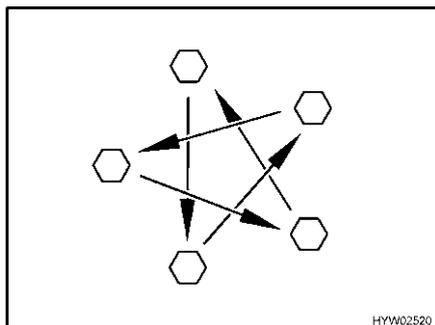

Fig. 183 Serrer en croix les écrous ou les boulons de roue
- Vérifier régulièrement le serrage des écrous ou des boulons de roues. Reserrer alternativement et en croix (Fig. 183) tous les écrous ou les boulons de roue 50 km après le changement d'une roue.
- ▷ Serrer en croix les écrous ou les boulons de roue (Fig. 183).